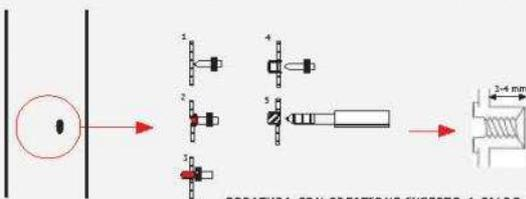

Fig. 1
**FORATURA PER FUSIONE DEL MATERIALE** (ottenuta con utensili e macchine dedicate) e **RULLATURA** del filetto (Fig.1)